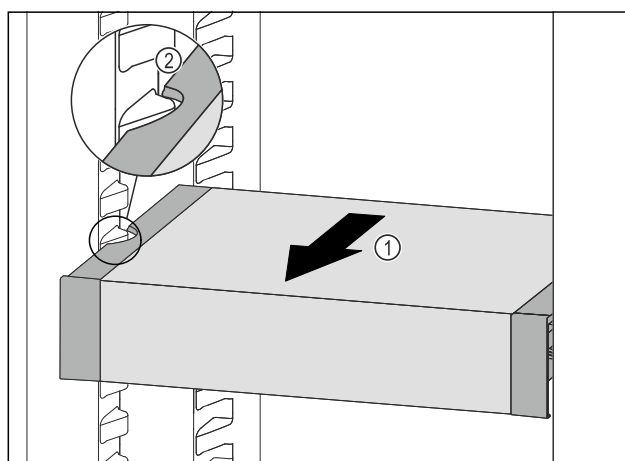

Fig. 131
- ▶ Træk VarioSafe fremefter Fig. 131 (1), indtil udsparringerne i siden på VarioSafe er på niveau med beholderribben i kølesektionen. Fig. 131 (2)